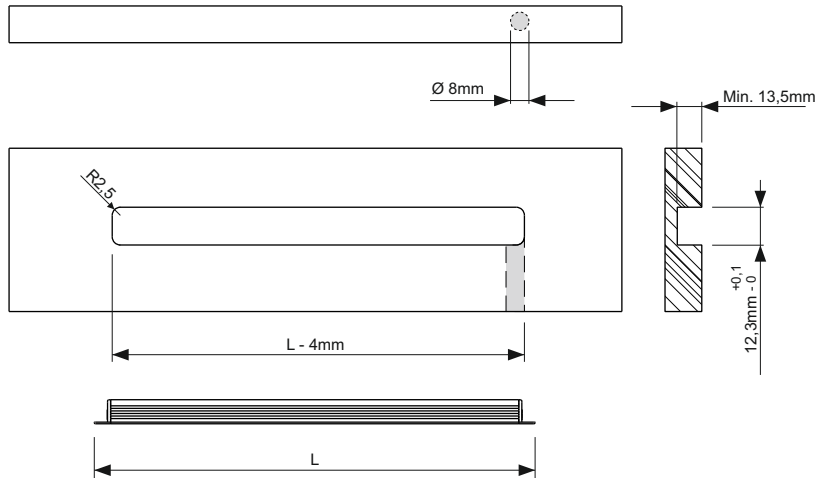
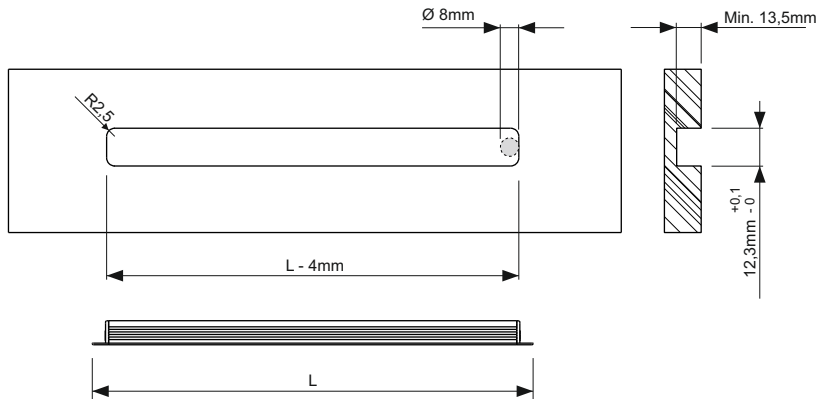

Fig.1
Fig.2
- **MISS** kann mit dem Anschlusskabel in axialer (Abb. 1) oder radialer (Abb. 2) Position zur Montagefläche installiert werden. Für Installationen mit Anschlusskabel in axialer Position eine Bohrung mit $\varnothing \geq 8$ mm ausführen, wie im Beispiel in Abbildung 1 dargestellt. Für Installationen mit Anschlusskabel in radialer Position eine Bohrung auf der Montagefläche mit $\varnothing \geq 8$ mm ausführen, wie im Beispiel in Abbildung 2 dargestellt. Je nach den spezifischen Anforderungen kann eine Bohrung für den Austritt des Anschlusskabels in anderen Positionen ausgeführt werden, sofern diese nicht die Funktionstüchtigkeit des Kabels und/oder des installierten Steckverbinders beeinträchtigen.
- Für die Installation von **MISS IR** die Durchgangsbohrung unter Einhaltung der in Abb. 1 angegebenen Maße ausführen.
- Les figures 1, 2 et 3 illustrent des exemples d'installation de l'appareil **MISS**. Les cotes sont indicatives car elles peuvent varier en fonction de l'application et du matériel de construction du plan d'installation.
- **MISS** peut être installé avec le câble d'alimentation en position axiale (figure 1) ou radiale (figure 2) conformément au plan de montage. - Lorsque le câble d'alimentation est installé en position axiale, percer un trou d'un diamètre supérieur ou égal à 8 mm comme indiqué sur la figure 1.
- Lorsque le câble d'alimentation est installé en position radiale, percer un trou sur le plan de montage d'un diamètre de supérieur ou égal à 8 mm comme indiqué sur la figure 2. En cas d'exigences particulières, il est toutefois possible de percer le trou de sortie du câble d'alimentation dans d'autres positions, à condition qu'elles ne compromettent pas l'intégrité du câble, ni celle du connecteur qui y est fixé.